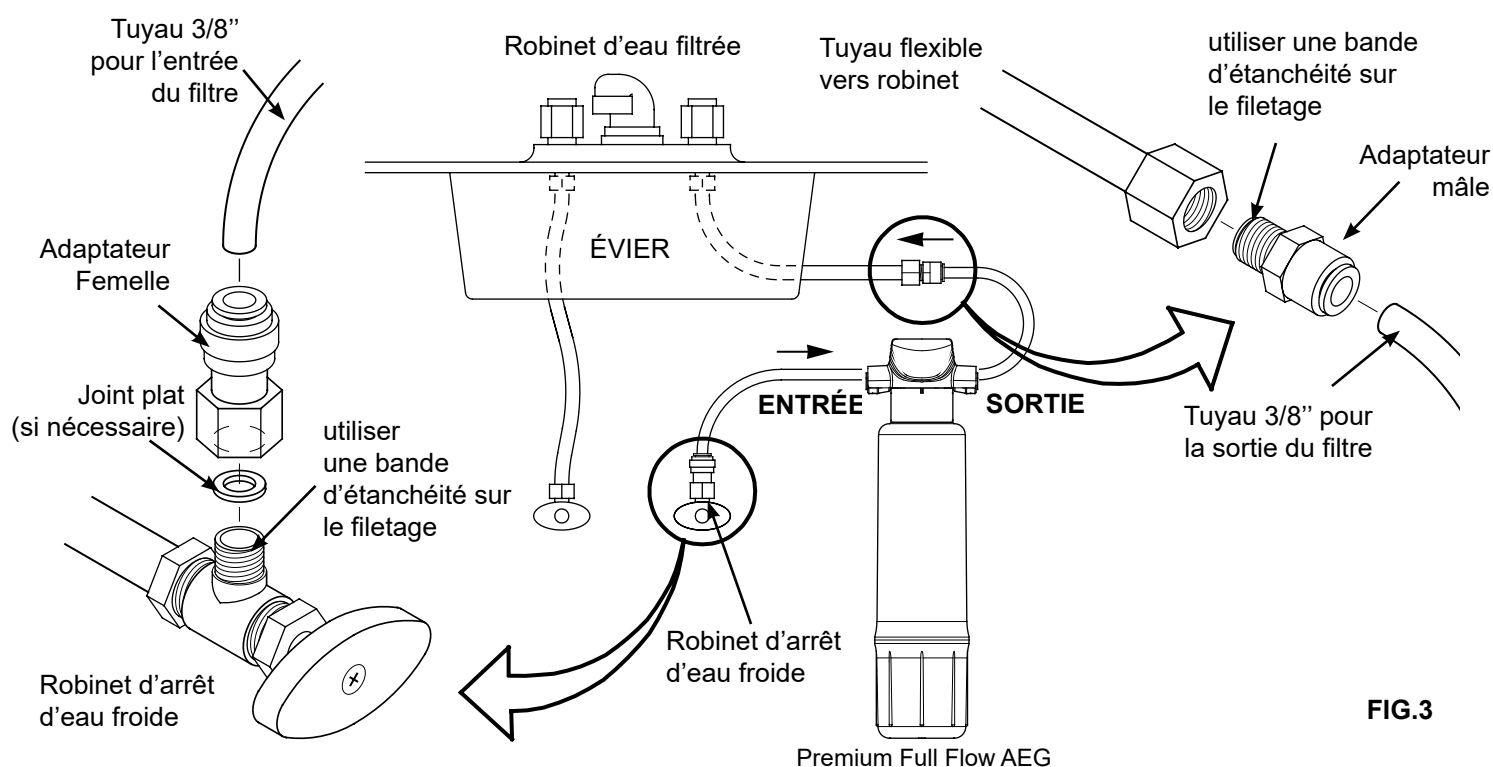

FIG.3
Vérifier les codes et réglementations de plomberie locales avant d'installer les raccords pour connecter le filtre sous évier à l'alimentation en eau froide de l'évier. Les raccords et les tuyaux de 9,5 mm (3/8") sont inclus afin de faciliter le raccordement à l'entrée et à la sortie du filtre. Une installation type est décrite en Figure 3.
3. Se munir de l'adaptateur mâle fourni avec le système (cf. Fig.3) et, en utilisant une bande d'étanchéité, installer l'adaptateur sur l'écrou de la conduite d'alimentation du robinet que vous avez dévissé en étape 2.
4. Se munir de l'adaptateur femelle fourni avec le système (cf. Fig.3) et, en utilisant une bande d'étanchéité, l'installer sur le tuyau d'eau froide. Si la connection au robinet d'eau froide est trop courte pour insérer complètement l'adaptateur femelle (10,4mm), insérer le joint plat fourni à l'intérieur de l'adaptateur.